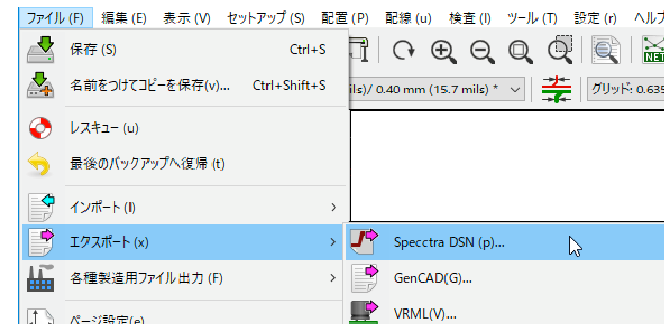
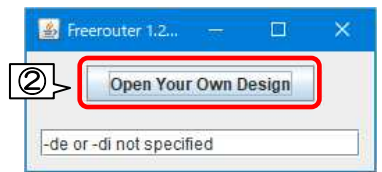

図 A-5
図 A-6
① KiCad：「ファイル」→「エクスポート」→「Specctra DSN」でエクスポートします。図 A-5
② 「freeroute.jar」ファイルをダブルクリックして手動で起動します。
③ Freeroute：[Open Your Own Design]をクリックして DSN ファイルを読み込みます。図 A-6